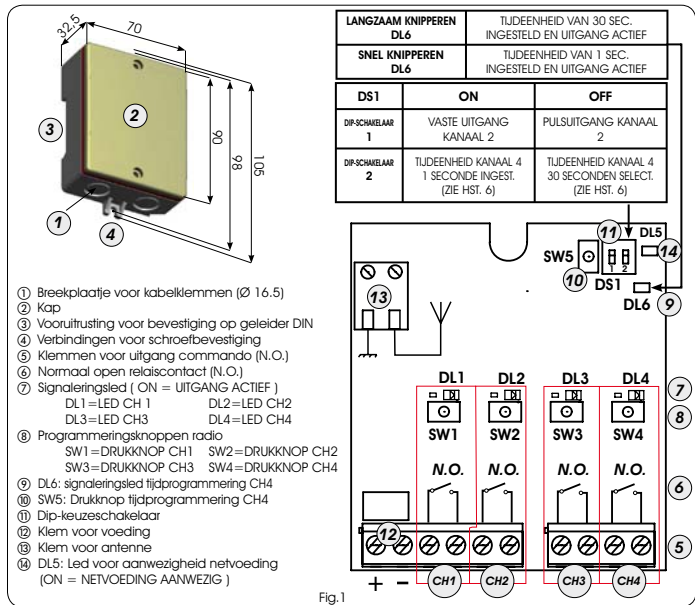

Fig.1
- 1) Presione 1 segundo el pulsador del receptor (Fig.1 ref. ⑧), correspondiente al canal al que se quiere asociar el radiomando.
- 2) El diodo correspondiente en el receptor (Fig.1 ref. ⑦) empieza a destellar lentamente durante 5 seg.
- 4) El diodo correspondiente en el receptor (Fig.1 ref. ⑦) se encenderá con luz fija durante 1 segundo, para indicar que la memorización se ha realizado correctamente, y seguidamente volverá a destellar durante otros 5 seg. durante los cuales se puede memorizar otro radiomando.
- b) Presione y mantenga presionados los pulsadores P1 y P2 simultáneamente hasta que se encienda con luz destellante el diodo (Fig.1 ref. ⑦) de la tarjeta receptora.
- f) El diodo (Fig.1 ref. ⑦) se encenderá con luz fija durante 2 seg. para indicar que la memorización se ha realizado correctamente, y seguidamente volverá a destellar durante otros 5 seg. durante los cuales se puede repetir el punto "e", y los sucesivos, para otros telemandos, y al final se apagará.
- 1) Para borrar **TODOS** los códigos de los radiomandos asociados a los canales 1-2 o 3-4, es suficiente mantener presionado el correspondiente pulsador (Fig.1 ref. ⑧) durante 10 seg.
- 2) El diodo correspondiente (Fig.1 ref. ⑦) al pulsador destellará los primeros 5 seg. y seguidamente destellará más rápidamente durante los siguientes 5 seg.
Para programar el tiempo, en primer lugar hay que **escoger, mediante el dip switch 2, la base de tiempos** con la que la tarjeta realizará el conteo (véase tabla fig.1). En segundo lugar hay que presionar la tecla SW5 (Fig.1 ref. ⑩) hasta llegar al tiempo elegido (A cada presión de la tecla corresponde un breve encendido del diodo DL6). Espere 5 segundos, **sin presionar ninguna tecla**, hasta que se encienda el diodo DL6 con luz fija durante 3 seg. (Para salir de la programación)
- 2) **Presione la tecla SW5 (Fig.1 ref. ⑩) 10 veces.**
- 2) **Presione la tecla SW5 (Fig.1 ref. ⑩) 20 veces.**
- 2) Druk 1 seconde op de knop van de ontvanger (Fig.1 ref. ⑥) die overeenkomt met het kanaal waarmee u de afstandsbediening wilt associëren.
- 3) De bijbehorende led op de ontvanger (Fig.1 ref. ⑦) begint 5 sec. langzaam te knipperen.
- 5) De led (Fig.1 ref. ⑦) op de ontvanger blijft 1 seconde lang branden om vervolgens te doven, waarmee wordt aangegeven dat opslag heeft plaatsgevonden.
- 4) Druk 1 seconde op de knop van de ontvanger (Fig.1 ref. ⑥) die hoort bij het kanaal waarmee u de radioafstandsbediening wilt associëren.
- 5) De bijbehorende led op de ontvanger (Fig.1 ref. ⑦) begint 5 sec. langzaam te knipperen.
- 7) De led op de kaart (Fig.1 ref. ⑦) blijft 1 seconde lang branden om vervolgens te doven, waarmee wordt aangegeven dat opslag heeft plaatsgevonden.
- 1) Druk 1 seconde op de ontvanger op de knop (Fig.1 ref. ⑥) die hoort bij het kanaal waarmee u de radioafstandsbediening wilt associëren.
- 2) Op de ontvanger begint de bijbehorende led (Fig.1 ref. ⑦) 5 sec. langzaam te knipperen.
- 4) De led op de ontvanger (Fig.1 ref. ⑦) blijft 1 seconde lang branden, waarmee wordt aangegeven dat de afstandsbediening in het geheugen is opgeslagen, om vervolgens opnieuw 5 sec. te knipperen, gedurende welke periode nog een radioafstandsbediening kan worden opgeslagen.
- b) Druk de knoppen P1 en P2 tegelijkertijd in en houd ze ingedrukt tot de led (Fig.1 ref. ⑦) op de ontvangerkaart beginnen te knipperen.
- f) De led (Fig.1 ref. ⑦) blijft 2 seconde lang branden, waarmee wordt aangegeven dat opslag heeft plaatsgevonden, om vervolgens 5 sec. lang te knipperen, gedurende welk tijdsbestek punt "e" kan worden herhaald voor andere afstandsbedieningen, om tot slot te doven.
- 1) Om ALLE codes van de met de kanalen 1-2 of 3-4 geassocieerde afstandsbedieningen te wissen, hoeft enkel de knop bijbehorende knop (Fig.1 ref. ⑧) 10 sec. lang ingedrukt te worden gehouden.
- 2) De led die bij de ingedrukte knop hoort (Fig.1 ref. ⑦) knippert eerst 5 sec. normaal, om vervolgens 5 sec. sneller te knipperen.
Om de tijd te programmeren moet in de eerste plaats door middel van de dipschakelaar 2 de tijdeenheid worden gekozen waarmee de kaart zal tellen (zie tabel fig. 1); druk vervolgens op toets SW5 (Fig.1 ref. ⑩) tot u de gekozen tijd bereikt (Iedere keer dat de toets wordt ingedrukt licht de led DL6 even op). Wacht 5 sec., zonder op enige toets te drukken, tot de led DL6 3 seconden lang blijft branden. (Om de programmering te verlaten)
2) Druk 10 keer op de toets SW5 (Fig.1 ref. ⑩).
2) Druk 20 keer op de toets SW5 (Fig.1 ref. ⑩).